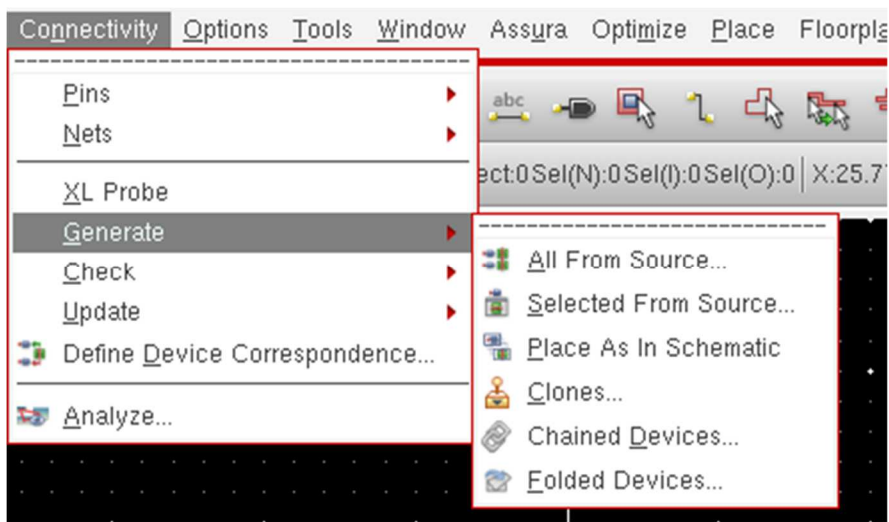

Рисунок 24 – Меню для организации импорта элементов на топологию
2. После открытия Layout XL в его меню выберите Connectivity -> Generate -> All From Source (рисунок 24);